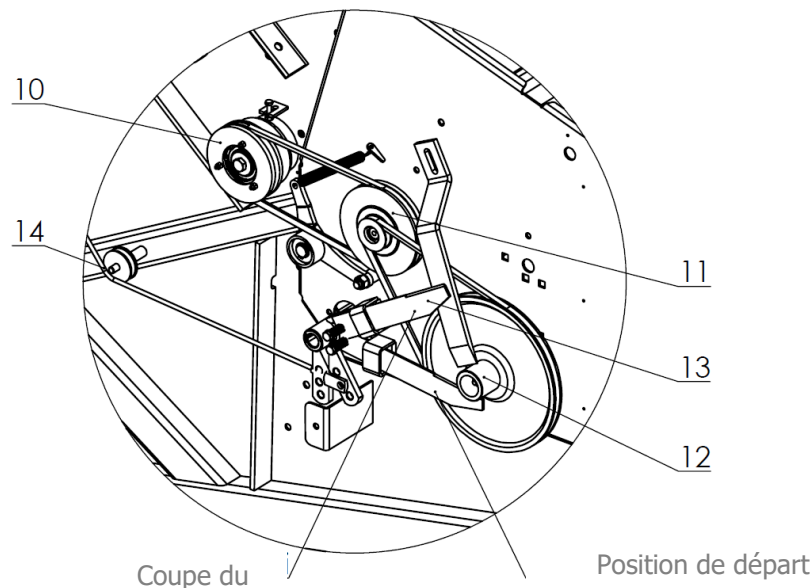

Figure 42. Emplacement du couteau de mesure
La position du couteau de mesure (13) dans la presse à balles est indiquée sur la figure 42. Lorsque le couteau de mesure commandé par un mouvement de rotation (12) glisse hors du filetage du moyeu du porte-poulie, il déclenche un couteau qui frappe la contre-lame et coupe le filet d'enrubannage.